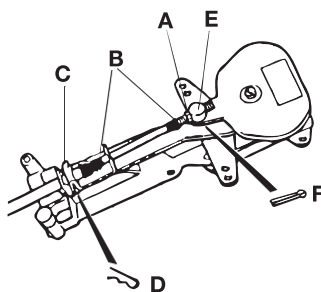

Fig. 7
- Ta bort muttern (A fig. 7) och båda gummitätningarna från kablarna.
- Tryck kablarna igenom kabelhållaren. (C fig. 7)
- Säkra kablarna med låspinnen (D fig. 7).
- Anslut nippeln till gasarmen (E fig. 7) och säkra med saxpinnen (F fig. 7).